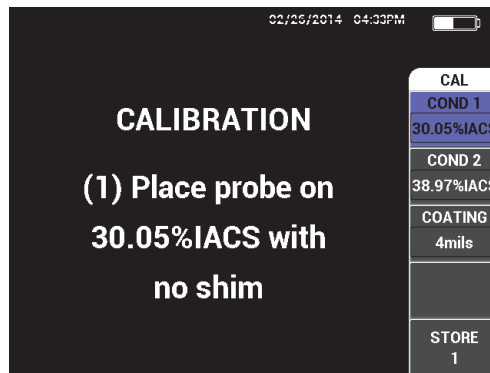

Figura 5-49 Instruções exibidas (1) depois do reconhecimento da sonda PowerLink
2. Quando solicitado, selecione **CONTINUE** (tecla A) para aceitar as informações do PowerLink (veja Figura 5-49 na página 164).